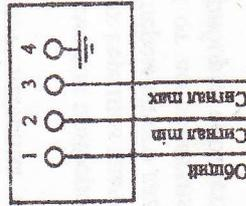

Рис. 1
3.4. Подключение к приборам электрической цепи производится четырехжильным кабелем диаметром от 4 до 10мм, согласно схеме внешних соединений (рис.1). Сечение жил может быть от 0,2 до 1,5мм2. Одна жила кабеля служит для заземления. Электрическая цепь при подключении должна быть обесточена.